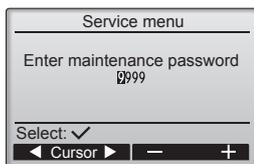

Fig. 7-2
① Wählen Sie "Service" im Hauptmenü und drücken Sie die Taste .
② Bei der Auswahl des Service-Menüs wird ein Fenster geöffnet, das zur Passwordeingabe auffordert. (Fig. 7-2)